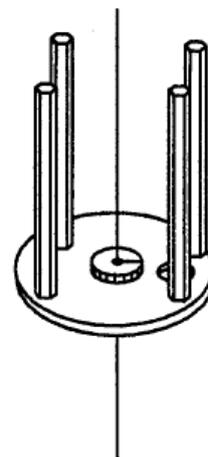

Fig. 11
- Le centrage de l'anneau a été ajusté en usine. Si un nouveau réglage s'avère nécessaire, observez les points suivants (fig. 11) :